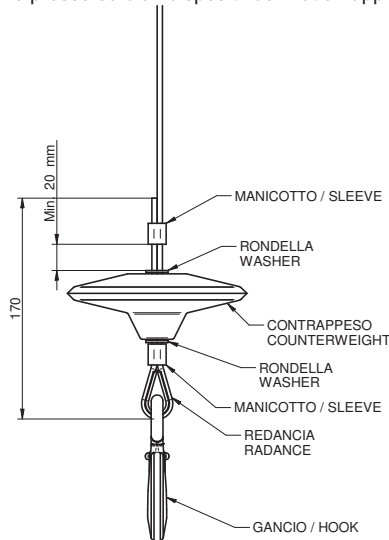

Fig. 4.6
6.1) Fig.4.6 Avec des manchons de pressage en aluminium, l'un inférieur et l'autre supérieur (comme sur la machine d'origine), si l'on dispose d'une presse ou d'un dispositif de fixation approprié.